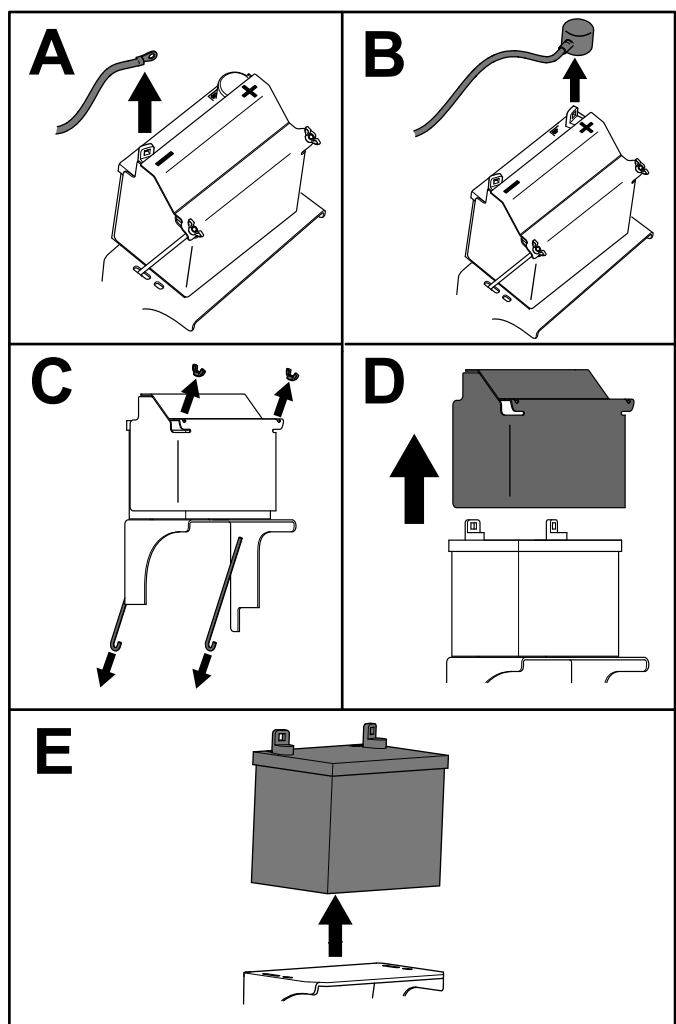

Figura 48
3. Retire la batería según se muestra en la Figura 48.